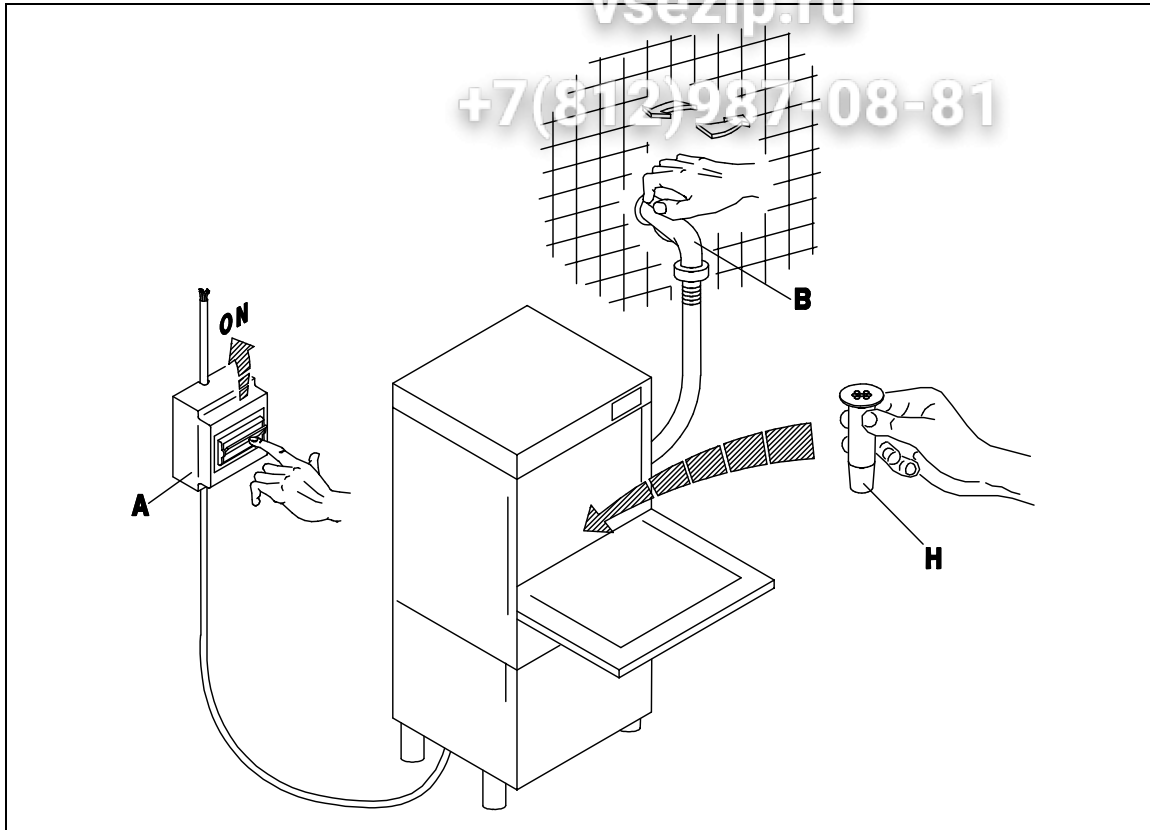

Fig. 3-1
- Aprire il rubinetto dell'acqua (B), inserire l'interruttore generale (A). Togliere il troppopieno e il pannello anteriore sottoporta, per poter accedere al termostato boiler. Attivare l'interruttore principale dell'apparecchio (1), ne conseguirà l'accensione della spia (A) evidenziando che la macchina è sottoposta a tensione. A porta chiusa il boiler si riempie d'acqua, quando l'acqua comincerà ad uscire dai bracci di risciacquo, aprire la porta, inserire il troppopieno, regolare la temperatura sul termostato boiler (temperatura consigliata 85°C), richiudere la porta. Avrà così inizio il riscaldamento dell'acqua del boiler, evidenziato dall'accensione della spia (D), al raggiungimento della temperatura impostata sul termostato boiler, spia (D) spenta, avrà inizio il riempimento della vasca. Il termine della fase di riempimento vasca sarà evidenziato dall'accensione della spia (E). Il tempo di riempimento della vasca è determinato dalla temperatura dell'acqua d'alimentazione e dalla temperatura impostata sul termostato boiler.
Quando la spia di riempimento vasca (E) sarà accesa e quella del boiler (D) sarà spenta, l'apparecchio sarà nelle condizioni ideali per iniziare il lavaggio. (fig. 3-1÷3-2)
- Turn on the water tap (B) and switch on the main switch (A). Take off the overflow pipe and the front panel under the door in order to reach the boiler thermostat. Switch on the appliance, switch (1), which will cause the warning light (A) to illuminate, indicating that the machine is live. When the door is closed the boiler fills with water, when the water starts coming out from the rinse arms, open the door, insert the overflow pipe, adjust the temperature on the boiler thermostat (recommended temperature 85°C) and close the door. The water in the boiler will start heating, indicated by the warning light (D) on. When the adjusted temperature on the thermostat is reached, warning light (D) off, the wash tank will start filling. The end of the tank filling will be indicated by the warning light (E) on. The time of the tank filling depends on the inlet water temperature and on the adjusted temperature on the boiler thermostat.
When the tank filling warning light (E) will be on and the boiler warning light (D) will be off, the appliance will be in the ideal conditions to start washing (fig. 3-1÷3-2).
- Öffnen Sie den Wasserhahn (B) und schalten Sie den Hauptschalter (A) ein. Das Überlaufrohr im Tank herausnehmen und die vordere Blende unter der Türe abnehmen um an den Thermostat zu gelangen.
Wenn die Anzeige (E) leuchtet und die Anzeige (D) erlischt ist, dann ist die Maschine betriebsbereit und man kann den Spülgang starten (Abb. 3-1 bis 3-2).
- Ouvrir le robinet (B) et insérer l'interrupteur général (A). Enlever le tube trop-plein et le panneau frontal sous-porte pour pouvoir avoir accès au thermostat du boiler. Activer l'interrupteur général de l'appareil (1), le voyant (A) s'allumera, ce qui signifie que la machine est branchée. Avec la porte fermée le boiler se remplit d'eau, quand l'eau commencera sortir des bras de rinçage ouvrir la porte, insérer le tube trop-plein, régler la température sur le thermostat (température conseillée 85°C), fermer à nouveau la porte. L'eau du boiler commencera se chauffer, indiqué par l'allumage du voyant (D). Quand la température affichée sur le thermostat est atteinte, voyant (D) éteint, le remplissage de la cuve va commencer. La fin de la phase de remplissage de la cuve sera indiquée par l'allumage du voyant (E). Le temps de remplissage de la cuve est déterminé par la température de l'eau d'alimentation et par la température affichée sur le thermostat du boiler.
Quand le voyant du remplissage de la cuve (E) sera allumé et le voyant du boiler (D) sera éteint, l'appareil sera dans les conditions idéales pour commencer le lavage (fig. 3-1÷3-2)
- Abrir el grifo del agua (B), introducir el interruptor general (A). Quitar el desbordamiento y el panel delantero debajo de la puerta, para poder acceder al termostato caldera. Activar el conmutador principal del aparato (1), lo conseguirá el encendido del piloto (A) poniendo de relieve que la máquina está conectada a una tensión. A puerta cerrada la caldera se llena de agua, cuando el agua comenzará a salir de los brazos de aclarado, abrir la puerta, insertar el desbordamiento, regular la temperatura en el termostato caldera (temperatura recomendada 85°C), cerrar la puerta. Tendrá así comienzo el calentamiento del agua de la caldera, apuntado al encendido del piloto (D), al alcanzar la temperatura preestablecida en el termostato caldera, piloto (D) apagada, tendrá inicio el llenado de la cubeta. El plazo de la fase de llenado recipiente pondrá de manifiesto, encendido del piloto (E). El tiempo de llenado de la cubeta se determinará por la temperatura del agua de alimentación y de la temperatura establecida en el termostato caldera.
- ECO 50 – temperatura agua de alimentación 16°C, temperatura caldera 85°C, tiempo de carga 25 minutos.Quando el piloto de llenado cuba (E) será encendido y lo del caldera (D) será apagado, el aparato estará en las condiciones ideales para comenzar el lavado. (Fig. 3-1÷3-2)
- Aprire il rubinetto dell'acqua (B), inserire l'interruttore generale (A). Attivare l'interruttore principale dell'apparecchio (1), ne conseguirà l'accensione della spia (A) evidenziando che la macchina è sottoposta a tensione. A porta chiusa l'acqua del boiler comincerà a riscaldarsi, spia (D) accesa a raggiungerne la temperatura impostata sul termostato boiler, spia (D) spenta, avrà inizio il riempimento della vasca. Il termine della fase di riempimento vasca sarà evidenziato dall'accensione della spia (E). Il tempo di riempimento della vasca è determinato dalla temperatura dell'acqua d'alimentazione e dalla temperatura impostata sul termostato boiler:
- Turn on the water tab (B) and switch on the main switch (A). Switch on the appliance, switch (1), which will cause the warning light (A) to illuminate, indicating that the machine is live. When the door is closed the water in the boiler will start heating, indicated by the warning light (D) on. When the adjusted temperature on the thermostat is reached, warning light (D) off, the wash tank will start filling. The end of the tank filling will be indicated by the warning light (E) on. The time of the tank filling depends on the inlet water temperature and on the adjusted temperature on the boiler thermostat.
- Öffnen Sie den Wasserhahn (B) und schalten Sie den Hauptschalter (A) ein. Den Hauptschalter (1) betätigen, folglich wird die Anzeige (A) aufleuchten. Daran erkennen Sie, daß die Maschine unter Spannung steht. Bei geschlossener Tür beginnt nun die Erhitzung des Wassers im Boiler, Anzeige (D) leuchtet auf. Wenn die eingestellte Boilertertemperatur erreicht ist, erlöscht die Anzeige (D) und es beginnt die Wasserfüllung des Tanks. Sobald dieser mit Wasser befüllt ist wird die Anzeige (E) aufleuchten. Die Dauer der Befüllung des Tanks hängt von der Temperatur des Anschlusswassers und von der eingestellten Boilertertemperatur ab.
Wenn die Anzeige (E) leuchtet und die Anzeige vom Boiler (D) erlöscht ist, dann ist die Maschine betriebsbereit und man kann den Spülgang starten (Abb. 3-1 bis 3-2).
- Ouvrir le robinet (B) et insérer l'interrupteur général (A). Activer l'interrupteur général de l'appareil (1), le voyant (A) s'allumera, ce qui signifie que la machine est branchée. Avec la porte fermée l'eau du boiler commencera se chauffer, indiqué par l'allumage du voyant (D). Quand la température affichée sur le thermostat est atteinte, voyant (D) éteint, le remplissage de la cuve va commencer. La fin de la phase de remplissage de la cuve sera indiquée par l'allumage du voyant (E). Le temps de remplissage de la cuve est déterminé par la température de l'eau d'alimentation et par la température affichée sur le thermostat du boiler.
- Abrir el grifo del agua (B), introducir el interruptor general (A). Activar el conmutador principal del aparato (1), lo conseguirá el encendido del piloto (A) poniendo de relieve que la máquina está sometida a una tensión. A puerta cerrada el agua de la caldera comenzará a calentarse, piloto (D) encendido, al alcanzar la temperatura preestablecida en el termostato caldera, piloto (D) apagado, tendrá inicio el llenado de la cubeta. El plazo de la fase de llenado cuba pondrá de manifiesto, encendido del piloto (E). El tiempo de llenado de la cubeta se determinará por la temperatura del agua de alimentación y la temperatura preestablecida en el termostato caldera:
Cuando el piloto de llenado Cuba (E) será encendido y la de la caldera (D) será apagado, el aparato estará en las condiciones ideales para comenzar el lavado. (Fig. 3-1÷3-2)